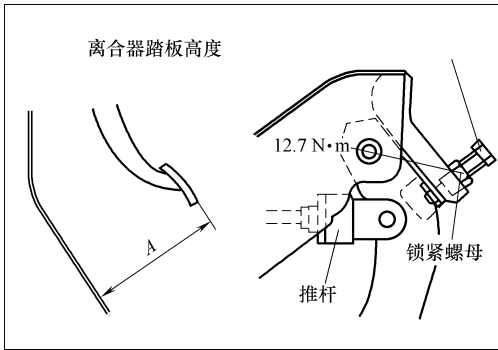

图 3-1 测量离合器踏板高度标准
2) 如图 3-1 所示，测量离合器踏板自搁脚板起的高度。离合器踏板高度标准数值(A)：185. 5 ~ 190. 5mm。